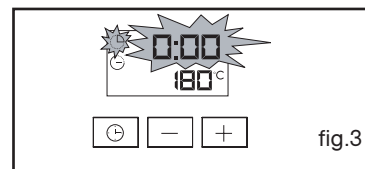

fig.3
Ejemplo: 30 min de cocción (fig.3).
- el indicador de duración de cocción y 0:00 parpadean (fig.3).
Al inicio de la pirólisis, el símbolo  se visualiza en el programador así como la duración del ciclo de pirólisis (fig.3).